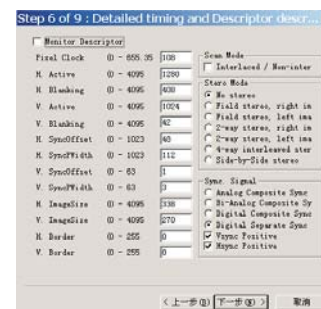

Fig. 36
5. Click Next, bring up Fig. 36.